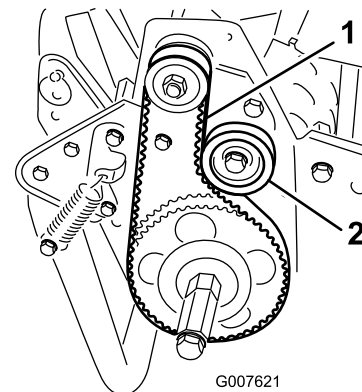

Figura 37
2. Verifique a tensão pressionando a correia a meio curso entre as polias (Figura 37) com uma força de 18-22 N. A correia deverá flectir-se 6 mm.
- A. Desaperte a porca de montagem da polia intermédia e incline-a para o lado de trás da correia até que obtenha a tensão desejada da correia (Figura 37).